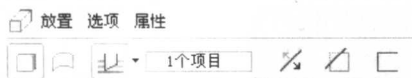

图 1-21 拉伸属性面板
(5) 在拉伸属性面板中单击  (实体) 和  按钮, 设置拉伸的类型为“拉伸至与选定的曲面相交”, 属性面板设置如图 1-21 所示。